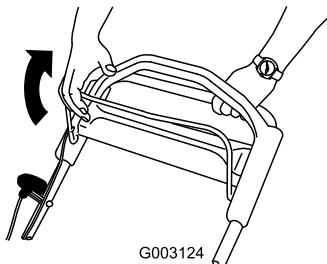

図 19
2. ブレードコントロールバーをハンドルに引き付けるように握りこむ図 19。